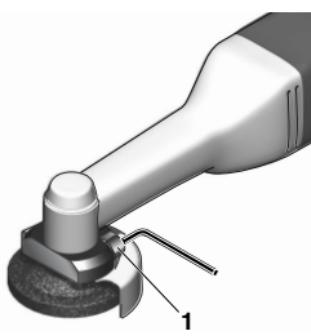

Fig. 3
1. Befestigungsschraube 1 (Fig. 3) lösen und Schutzhülle in die gewünschte Richtung verdr hlen.